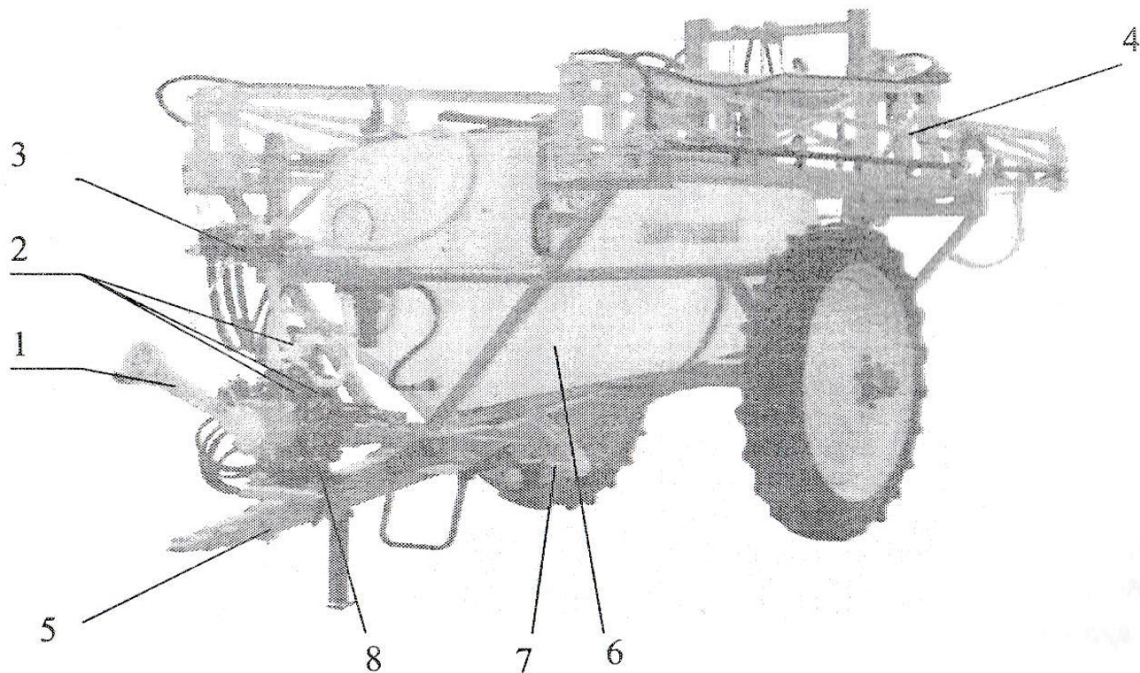

Рис. 3.1
3.1 Обприскувач складається із шасі (5 рис. 3.1), бака з гідрозмішувачем (6), насоса діафрагмового (8), пульта керування (3), штанги шириною захвату 18 або 21,6 м (4), всмоктувальної (7) і напірної (2) комунікацій.